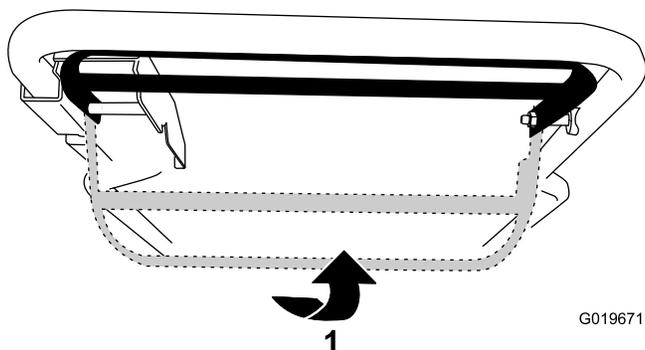

Figure 13
- **Pour utiliser la commande d'autopropulsion sans engager la lame :** Serrez la barre de commande de la lame contre le guidon (Figure 13).